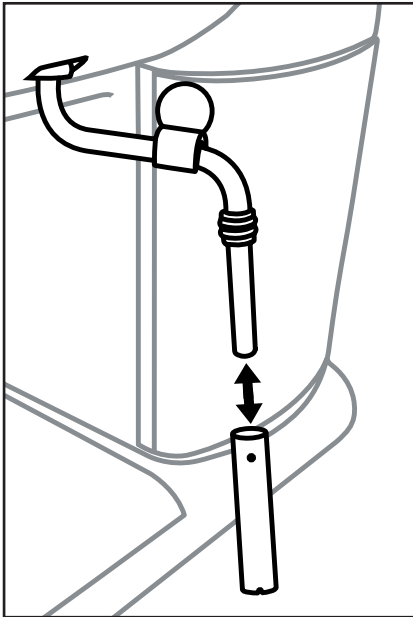

Bild 1
- 1) Ställ en tom behållare under mjölkskummaren ⑩.
- 2) Vrid ångreglaget ⑦ till plusmarkeringen (+) så snart du är färdig och vänta i några sekunder medan den sista ångan sipprar ut.
- 3) Skruva åt ångreglaget ⑦ (till anslaget, mot minusmarkeringen (-)), stäng av produkten och dra ut kontakten.
- 5) Dra av mjölkskummarens ⑩ hölje (bild 1) och rengör det noga i varmt vatten.
- 7) Sätt tillbaka höljet på munstycket igen (bild 1).